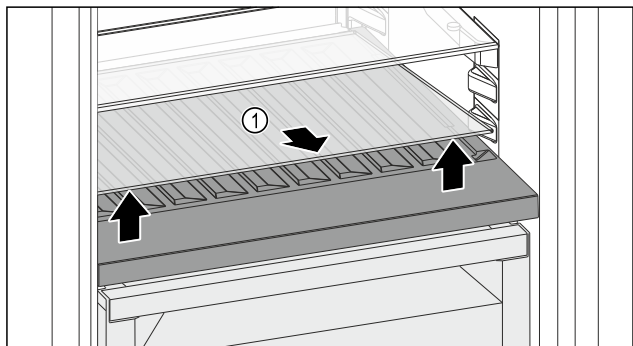

Fig. 221
- Skleněnou desku Fig. 221 (1) zvedněte za vybrání vpředu a vyjměte ji.
- Skleněnou desku Fig. 221 (1) uložte bezpečně mimo spotřebič.
- Skleněnou desku (2) vložte pod variabilní přihrádku na láhve.